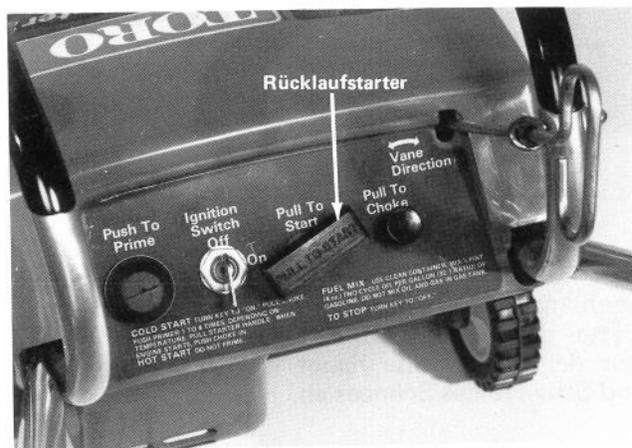

Abb. 6
2. Die Umgebung des Tankdeckels säubern, damit kein Schmutz in den Tank gelangen kann. Den Tankdeckel abnehmen (Abb. 6).
1. Tupfer (Abb. 6) – Den Tupfer betätigen, damit eine kleine Menge Kraftstoff aus dem Vergaser in den Zylinder eingespritzt wird, wodurch der Motor bei tiefen Temperaturen leichter anspringt. **BEI WARMEM MOTOR DEN TUPFER NICHT BETÄTIGEN.**
2. Choke (Abb. 6) – Zum Starten des Motors den Chokeknopf herausziehen. Dadurch wird weniger Luft angesaugt, so dass der Motor ein fettes Gemisch erhält und leichter anspringt.
3. Zündschloss (Abb. 6) – Der Schalter hat die Stellung EIN und AUS. Den Zündschlüssel auf EIN drehen, dann kann der Motor durch Ziehen am Starterseil angeworfen werden. Zum Abstellen des Motors den Schlüssel auf AUS drehen.
4. Rücklaufstarter (Abb. 6) – Zum Starten des Motors das Starterseil kräftig herausziehen.
5. Auswurfverstellung (Abb. 6) – Durch Drehen am Griff kann die Schneeauswurfrichtung bestimmt werden, d.h. nach rechts, nach links oder nach vorn.